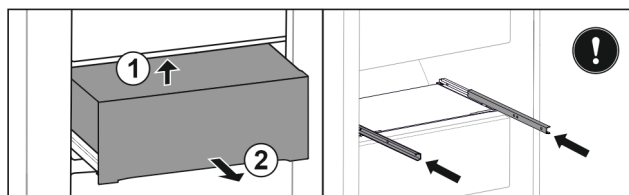

Fig. 52
- ▶ Lyft utdragslåda underifrån i bak. Fig. 52 (1)
- ▶ Ta ut utdragslåda genom att dra den framåt. Fig. 52 (2)